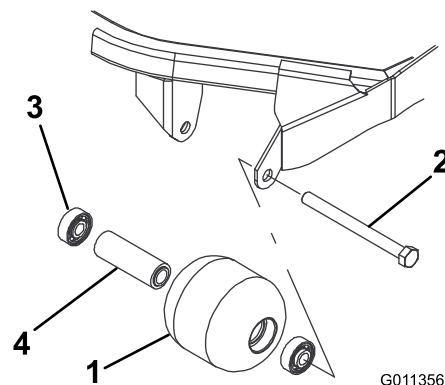

Figura 86
1. Retire el perno de montaje del rodillo (Figura 86).
4. Inspeccione el alojamiento del rodillo, los cojinetes, y el espaciador del cojinete (Figura 86). Sustituya cualquier componente dañado y vuelva a ensamblar el conjunto.
1. Introduzca a presión el primer cojinete en el alojamiento del rodillo (Figura 86). Haga presión solamente sobre el anillo de rodadura exterior, o de forma igual sobre el anillo exterior y el interior.
2. Introduzca el espaciador (Figura 86).
3. Introduzca a presión el segundo cojinete en el alojamiento del rodillo (Figura 86) haciendo presión igualmente sobre el anillo de rodadura interior y el exterior hasta que el anillo de rodadura interior entre en contacto con el espaciador.